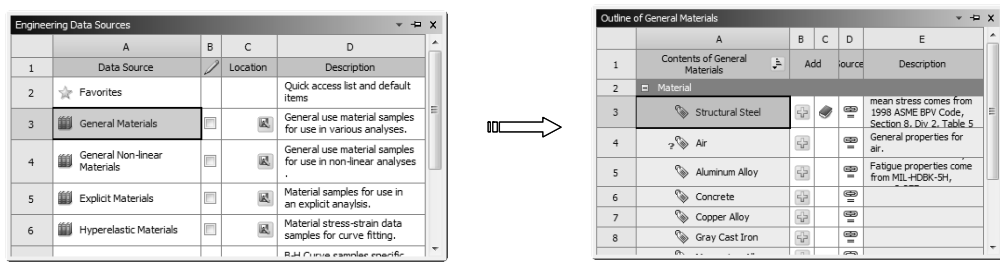

图 11-28 选择 General Materials 材料源
3) 在【Engineering Data Sources (工程数据源)】窗口中选 A3 栏中的【General Materials (通用材料)】项，出现【Outline of General Materials (通用材料列表)】窗口，如图 11-28 所示。